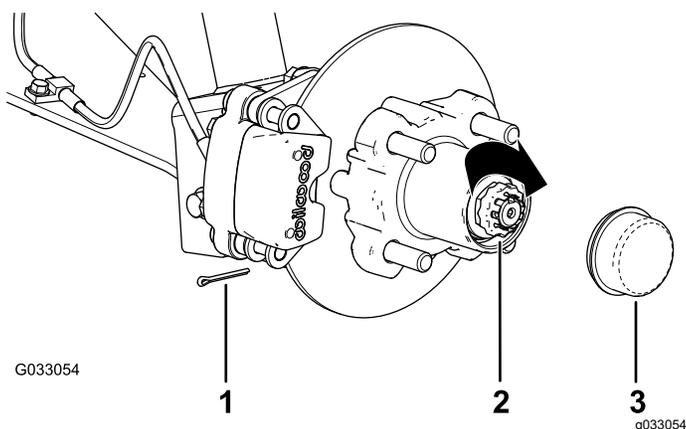

Рисунок 28
8. Установите держатель поверх гайки и проверьте совмещение паза в держателе с отверстием в оси под шплинт (Рисунок 28).
9. Установите шплинт и загните обе лапки вокруг держателя (Рисунок 28).
10. Установите пылезащитную крышку на ступицу (Рисунок 28).